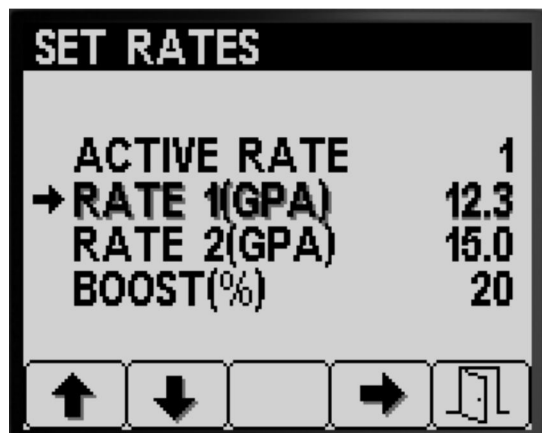

图 6
1. 按 1 号或 2 号按钮导航至 RATE 1 喷洒率 1 或 RATE 2 喷洒率 2 选项 图 6。
2. 按 4 号按钮选择打药机 RATE 喷洒率 选项 图 6。